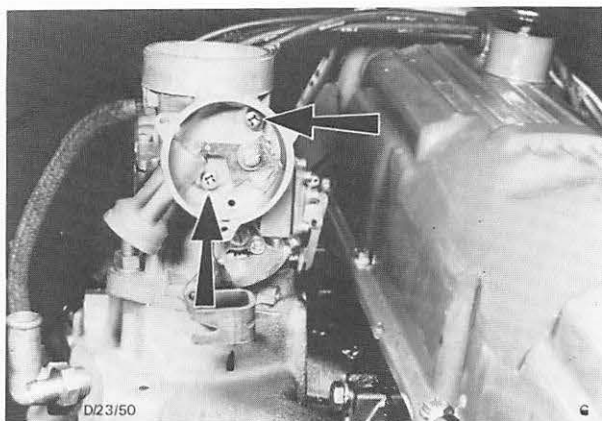

Abb. 114 Befestigungsschrauben – Startautomatikgehäuse
5. 2 Schrauben (Startautomatikgehäuse an Vergaser) entfernen. Abb. 114.